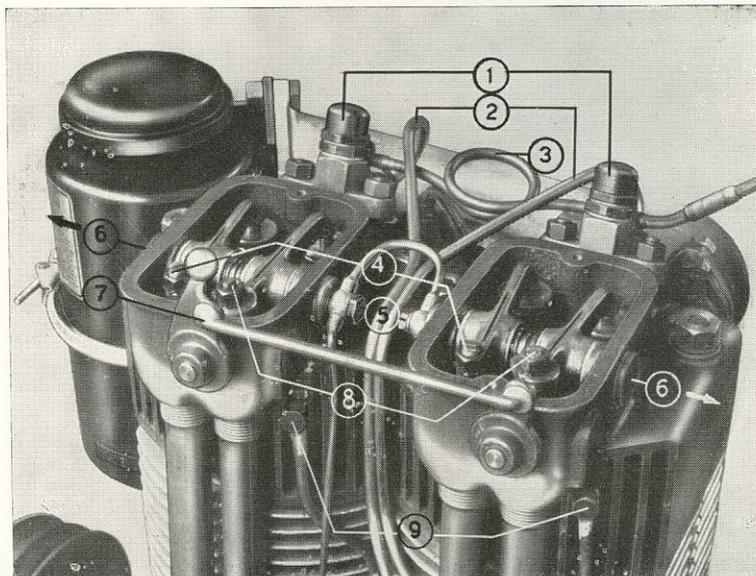

Fig. 5
**SMONTAGGIO TESTE CILINDRI** (fig. 5) — Per rimuovere le teste, smontare :